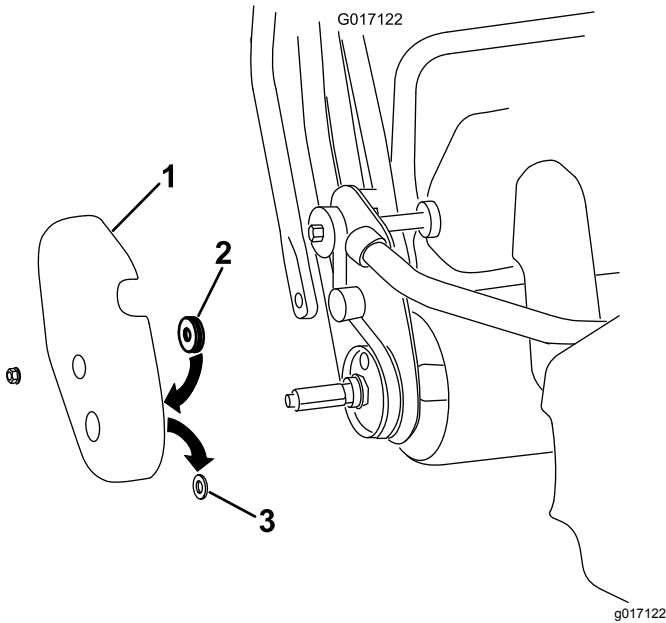

Figura 5
- Retire la tapa del tambor del lado derecho de la máquina (Figura 5).
- Retire y deseche el anillo de goma del taladro del eje de la tapa del tambor (Figura 5).
- Coloque la junta de fieltro en el interior de la tapa, alrededor del taladro del eje (Figura 5).